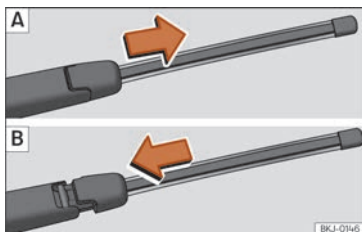

Fig. 43 Extraer y colocar la escobilla del limpialuneta.
- Deslice el adaptador de la escobilla en la dirección de la flecha y retire la escobilla » **fig. 43** **A**.
- Situe una escobilla nueva, **de la misma longitud y tipo**, tal como se indica en la » **fig. 43** **B** y deslice el adaptador hasta que encastre.